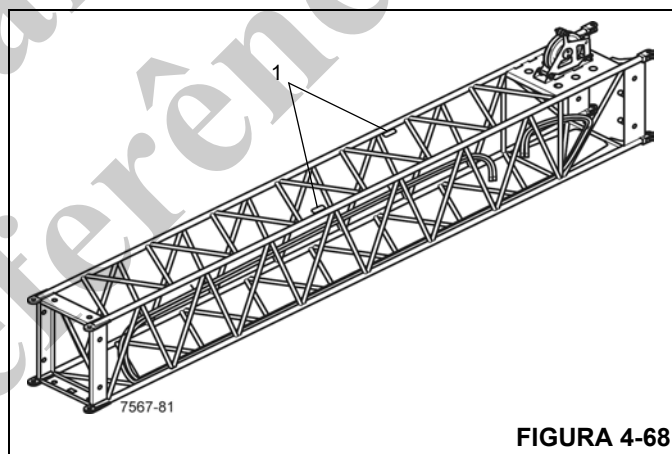

FIGURA 4-68
2. Conecte uma linga aos dois olhais de elevação (1) (Figura 4-68).
2. Conecte uma linga aos dois olhais de elevação (1) (Figura 4-68) e eleve a extensão o suficiente para retirar a carga dos pinos de conexão.